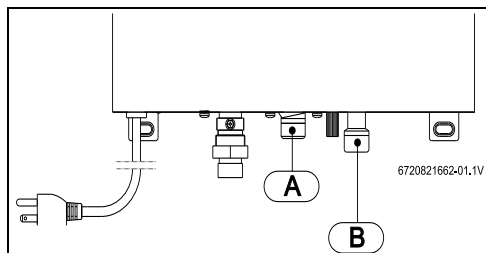

Fig. 12 Conexión del agua
- Identificar el tubo de agua fría (Fig. 12, [B]) y el tubo de agua caliente (Fig. 12, [A]), para evitar cualquier conexión equivocada.